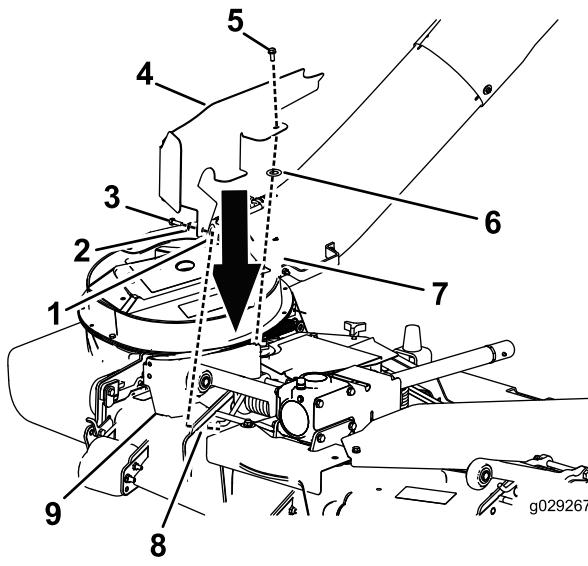

Figura 11
2. Para los modelos que tienen instalado el sistema recogehierbas: instale el protector derecho (Figura 11).